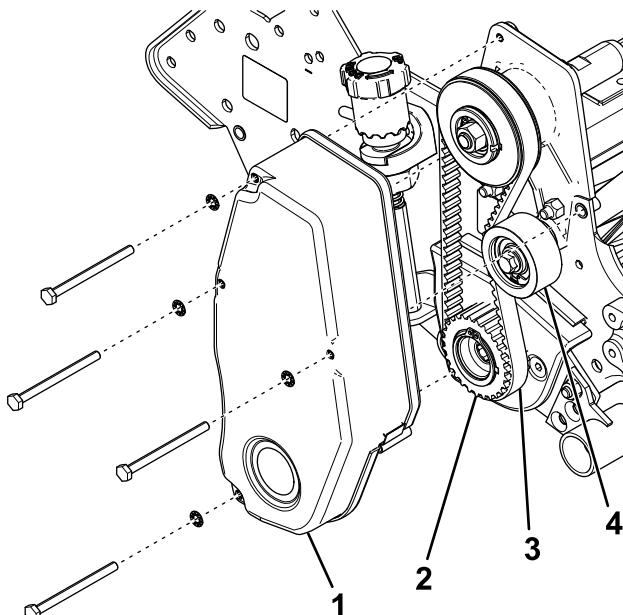

图9
- 从侧板上卸下滚刀驱动皮带罩图9。
- 旋松惰轮皮带轮并取下滚刀驱动皮带图9。
- 从滚刀轴上拆下驱动皮带轮图9。